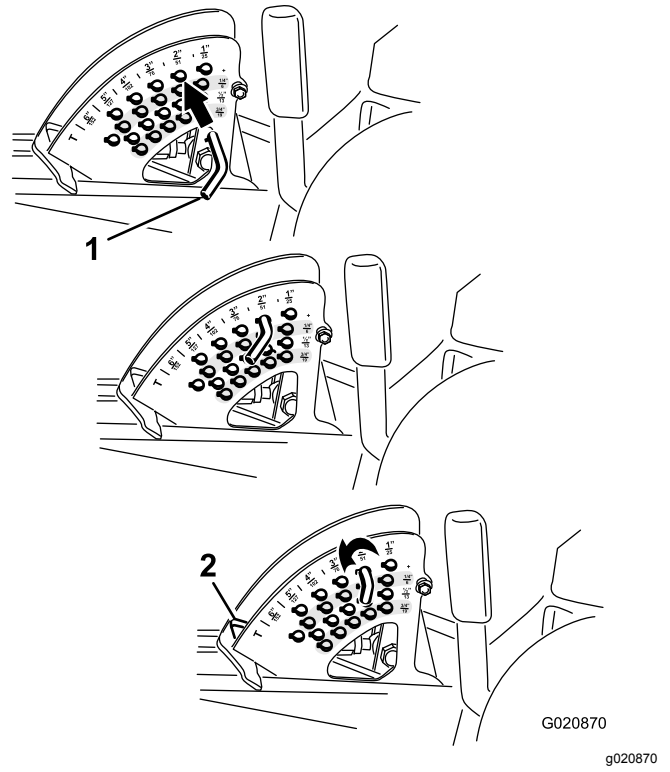

Figura 30
2. Gire el pasador de tope hasta que el pasador cilíndrico que contiene se alinee con las ranuras de los taladros del soporte de altura de corte, y retire el pasador (Figura 30).
3. Seleccione un taladro del soporte de altura de corte que corresponda a la altura de corte deseada, inserte el pasador y gírelo para bloquearlo en esa posición (Figura 30).
Nota: Hay cuatro filas de taladros (Figura 30). La fila superior corresponde a la altura de corte impresa encima del pasador. La segunda fila corresponde a la altura impresa más 6 mm (¼"). La tercera fila corresponde a la altura impresa más 12 mm (½"). La fila inferior corresponde a la altura impresa más 18 mm (¾"). Para la posición de 15.8 cm (6") hay un solo taladro, situado en la segunda fila. Esta posición no añade 6 mm (¼") a la altura de 15.8 cm (6").